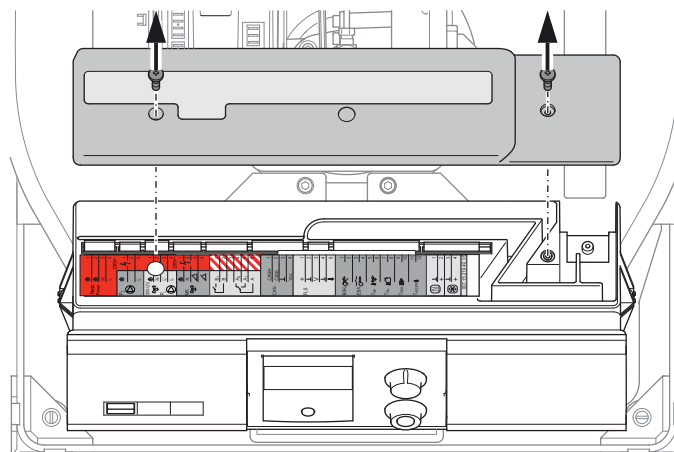

Figura 6-3 Allentamento delle viti della copertura del quadro di comando
4. Svitare e rimuovere la copertura del quadro di comando (figura 6-3).
2. Svitare e rimuovere la copertura del quadro di comando (v. figura 6-3).